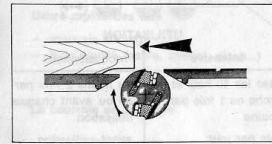

Figure 31
Si le talon du bois tombe dans les fers avec un enlèvement de bois plus profond sur les derniers 15 mm, les lames sont trop hautes (fig. 31). Dévisser la poignée (C) pour remonter la table.